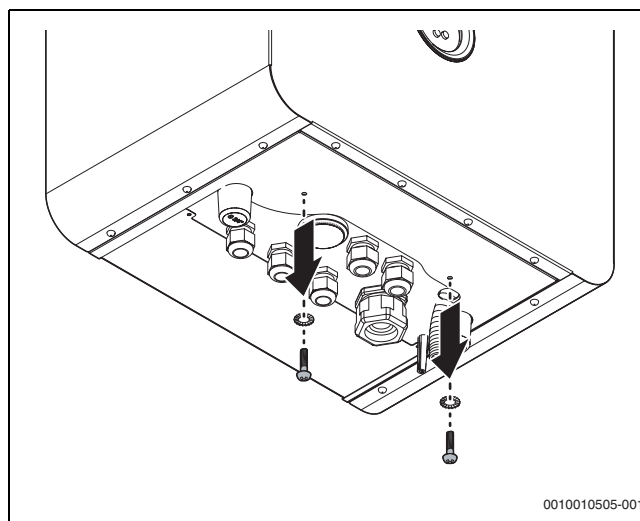
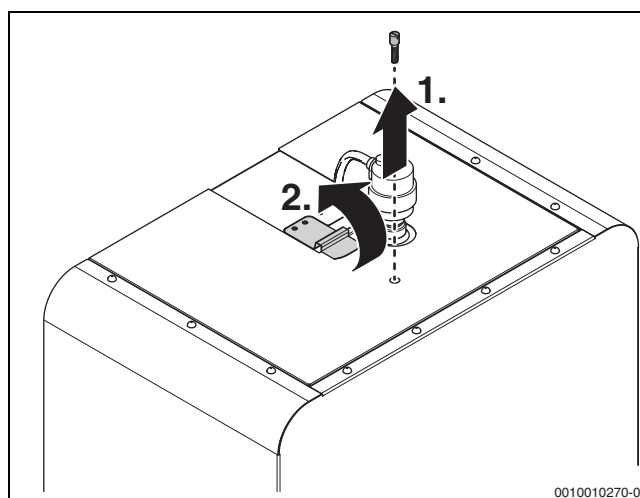

Fig. 6 Desfacerea șuruburilor
Fig. 7 Desfacerea arcurilor de blocare
- ▶ Desfaceți cele două șuruburi din partea inferioară a cadrului și șurubul din partea superioară a cadrului (→ Fig. 6 și Fig. 7).
- ▶ Desfaceți arcul de blocare din partea superioară a mantalei (→ Fig. 7).